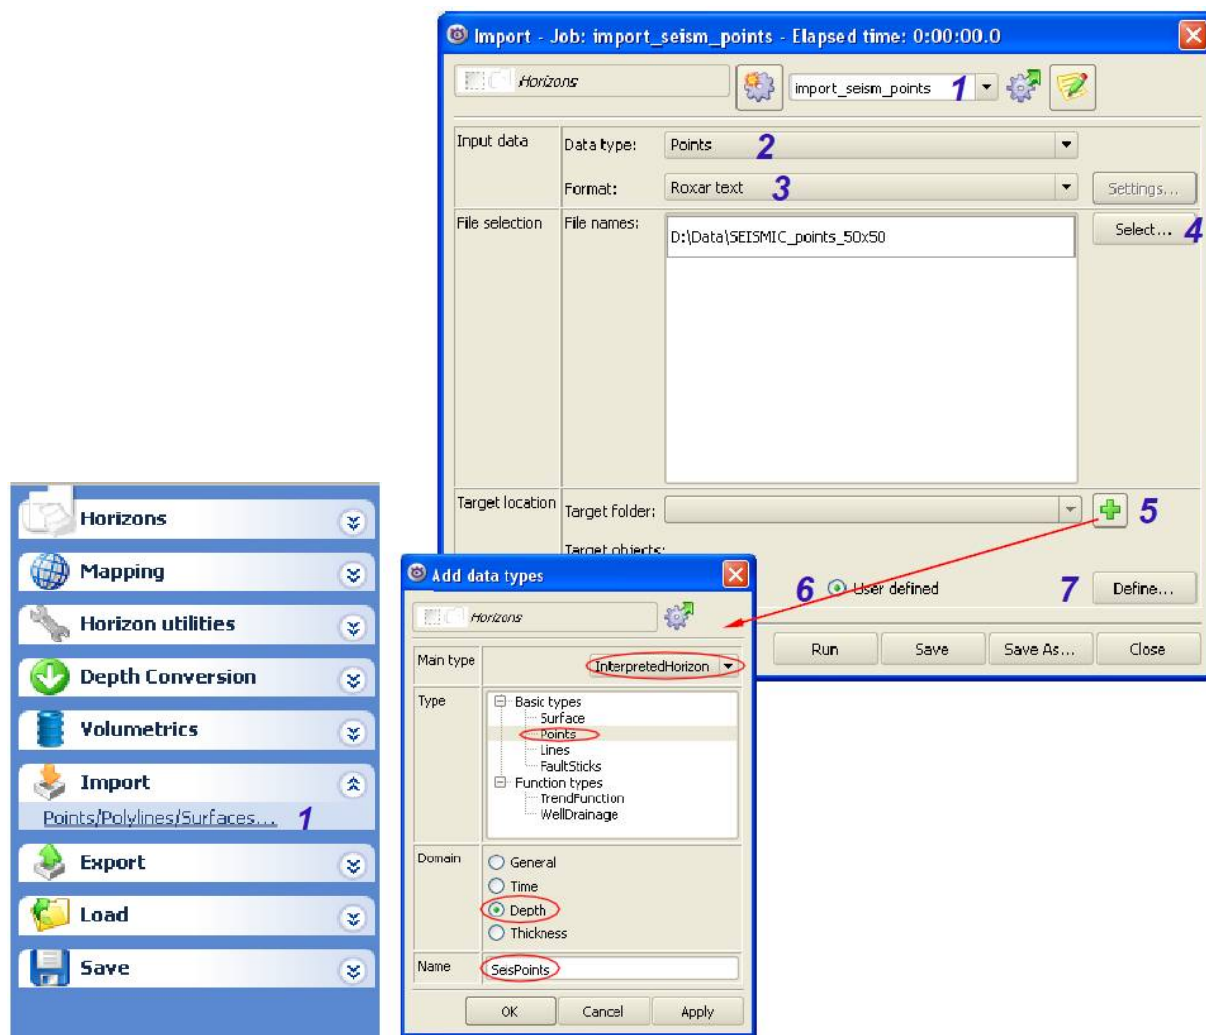

Рисунок 1.11 – Панель *Import*
Прежде всего, загрузим результаты интерпретации сейсмических данных в виде точек по поверхности *SEISMIC* (рис. 1.11). Точки сеймики будем грузить в пока ещё пустой контейнер *Horizons*, но после выполнения задачи импорта в данном контейнере будет создан первый элемент структуры проекта. Для импорта точек в контейнер *Horizons* кликните на него. В списке операций данного контейнера в секции *Import* выберите опцию *Points/Polylines/Surfaces...* (1).